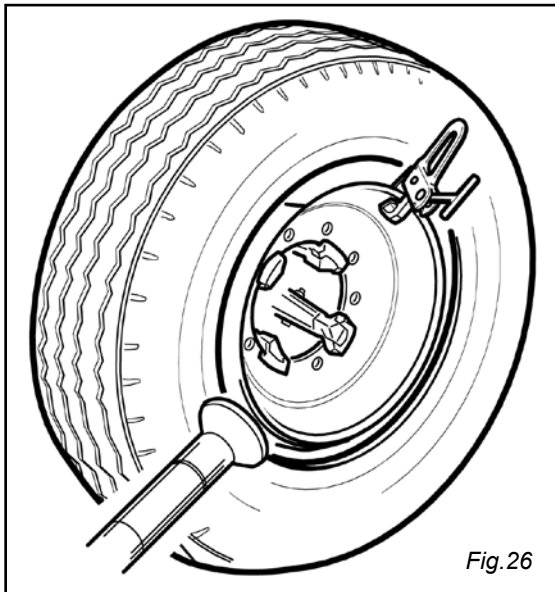

Fig.26
- 9) Ruotare in senso orario lubrificando con apposito grasso e contemporaneamente fare avanzare il rullo a brevi scatti verso il centro del cerchio fino al completo inserimento del pneumatico sul cerchio. (Fig. 26).
- 9) Turn clockwise and grease with the proper grease. At the same time, let the roller move at brief steps towards the rim center until it is completely set on the rim (fig.26)
- 9) Tourner le pneu en sens horaire en graissant par la graisse en dotation et, en même temps, faire avancer le rouleau par petites saccades vers le centre de la jante jusqu'au complet positionnement du pneu sur la jante (fig. 26)
- 9) Rechts drehen, indem schmieren und gleichzeitig das Rollenwerkzeug leicht stoßweise nach Felgenmitte vorrücken lassen, bis voller Einsetzung des Reifens (Abb.26).
- 9) Girar en sentido horario lubricando con la grasa correspondiente y simultáneamente hacer avanzar el rodillo con breves saltos hacia el centro de la llanta, hasta que el neumático entre completamente en la llanta. (Fig. 26).